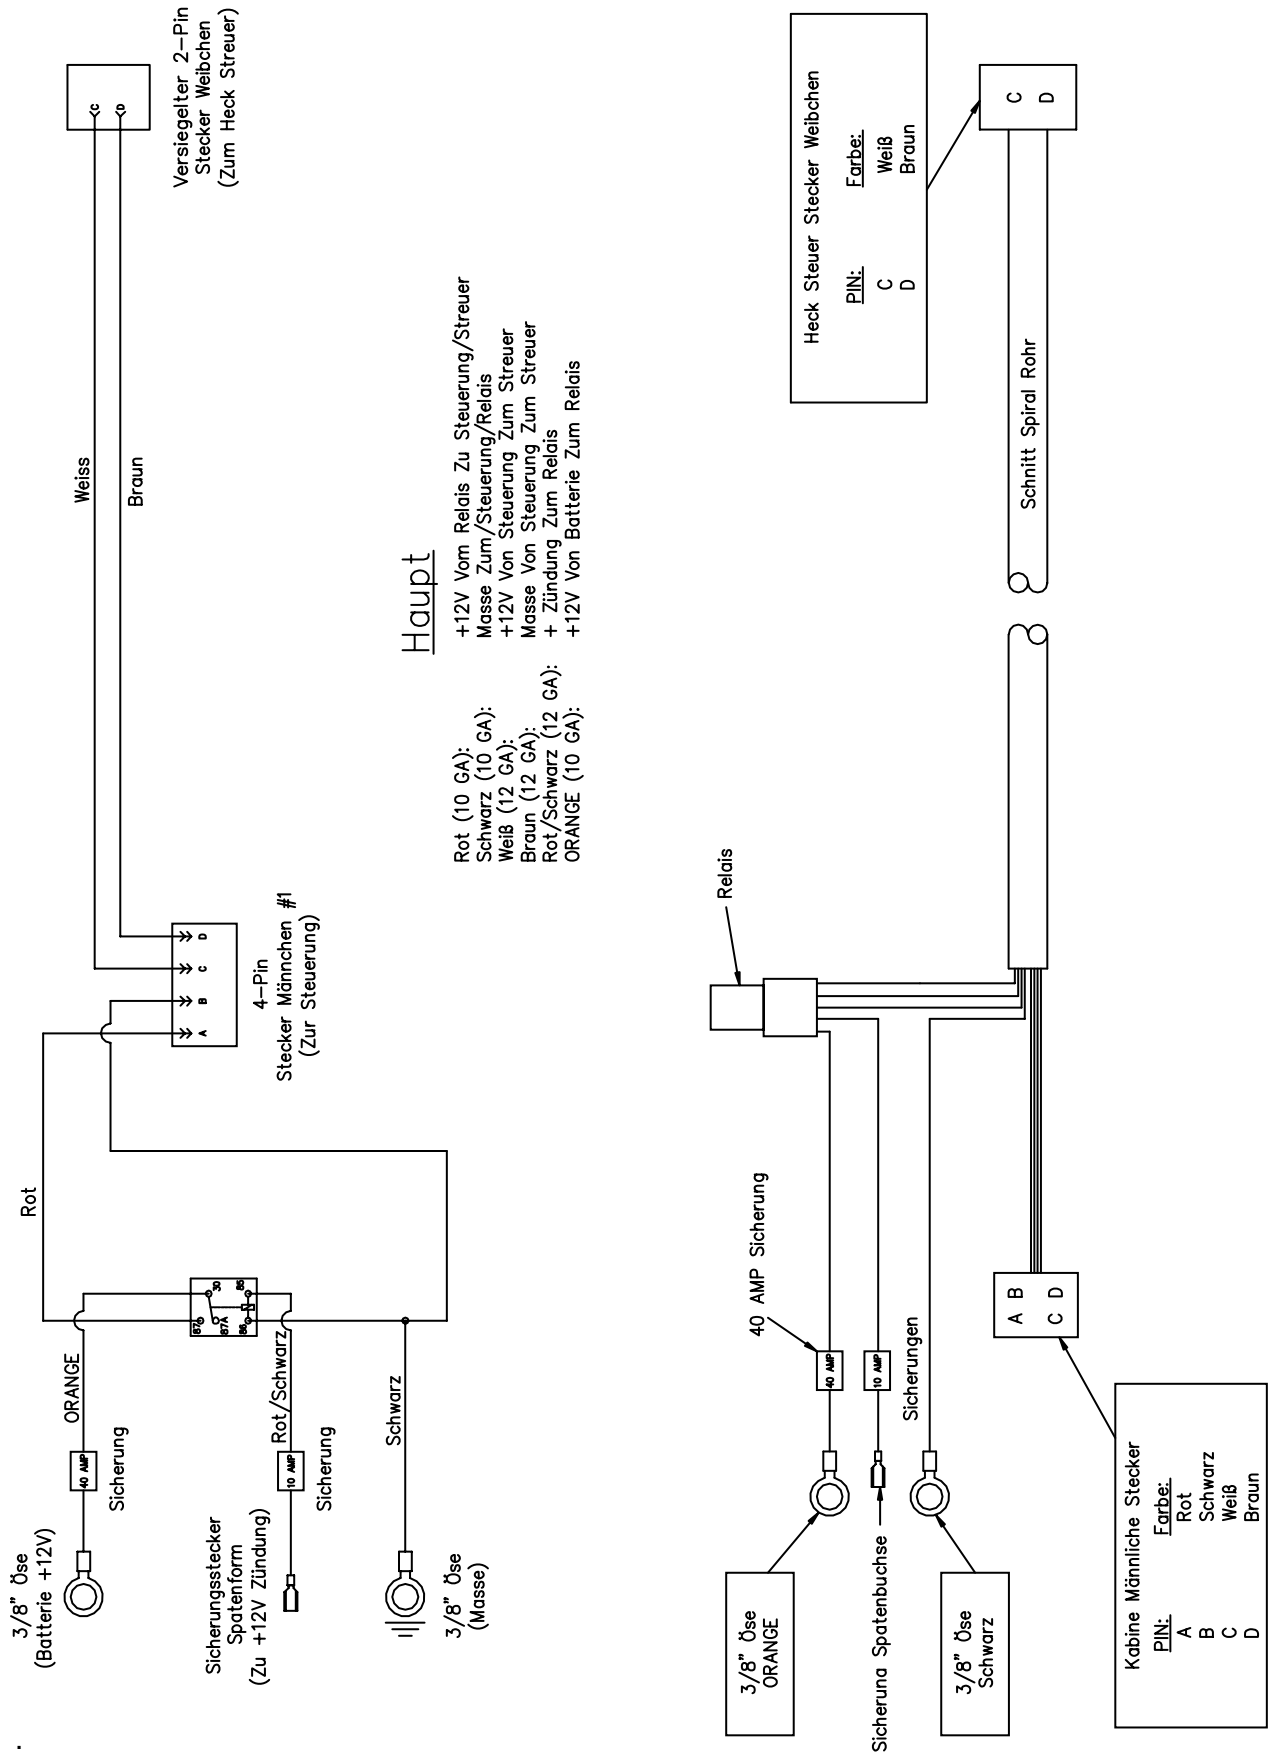

Bild 2. Fahrzeug Seite Verkabelungs Diagram (TGS06085)
1. Siehe Bild 2. Beginnen Sie an der Rückseite des Fahrzeuges. Befestigen Sie den 2-pin, versiegelten Verbinder (Weibchen #2) mit Kabelbindern (MSC04088) in der Nähe der Mitte der Heckstoßstange.